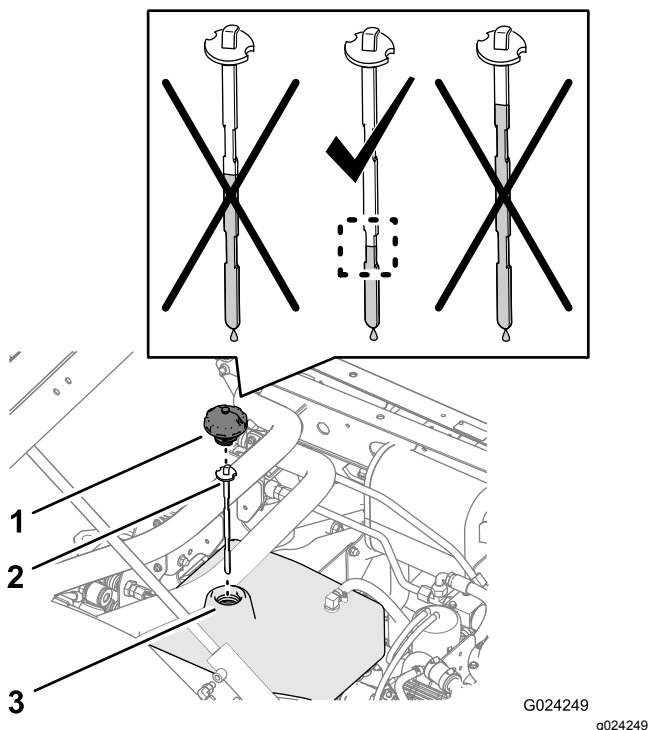
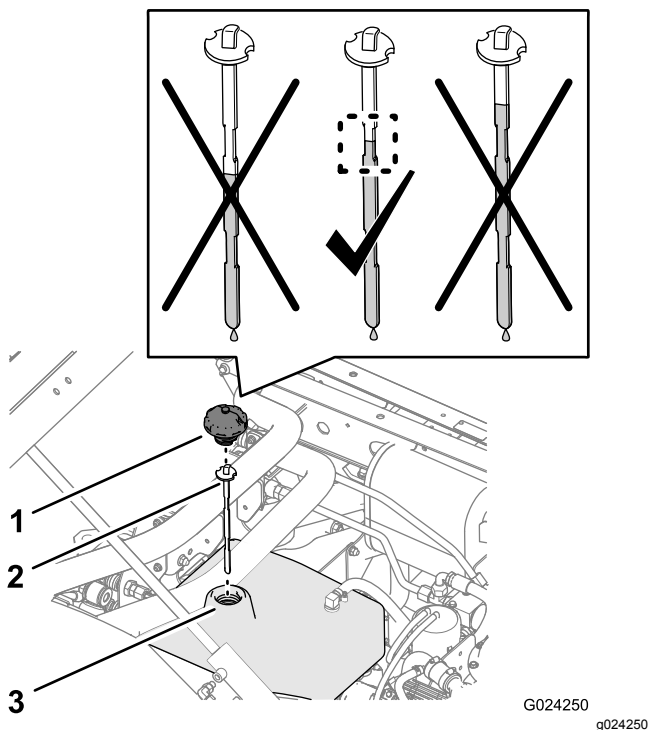

Figura 23
Figura 24
- Limpe a zona em redor do tubo de enchimento e da tampa do reservatório hidráulico (Figura 23 e Figura 24).
2. Retire a tampa e a vareta do tubo de enchimento do depósito e limpe a vareta com um pano (Figura 23 e Figura 24).
3. Introduza a vareta no tubo de enchimento; retire-a e verifique o nível do fluido (Figura 23 e Figura 24).
4. Se o nível estiver baixo, adicione o fluido hidráulico específico no reservatório para subir o nível para meio da área do entalhe na vareta (Figura 23 e Figura 24).
5. Instale a vareta e a tampa no tubo de enchimento do depósito (Figura 23 e Figura 24).